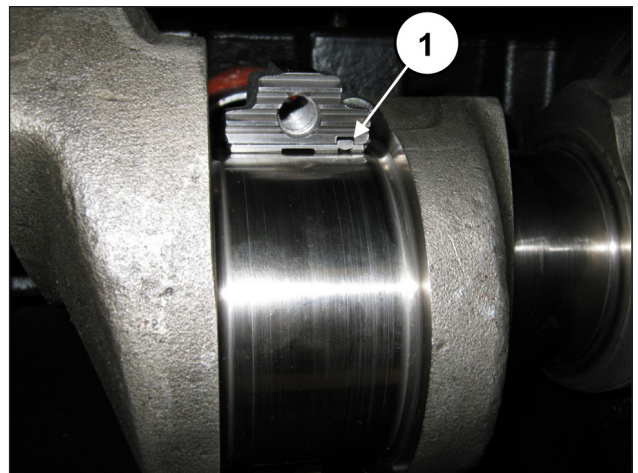

Fig. 66
Para uma montagem correta dos semi-rolamentos, certifique-se de que a lingueta de referência dos semi-rolamentos esteja posicionada na caixa adequada sobre a semi-haste (pos. ①, Fig. 66).